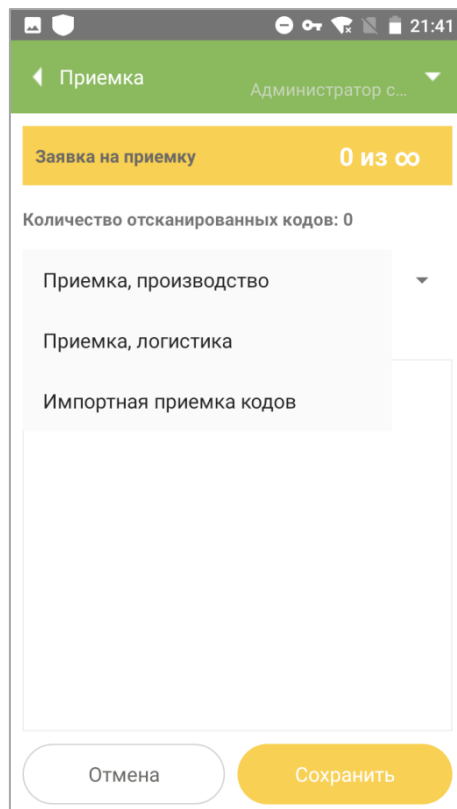

Рисунок 9.3
5. При необходимости выбрать вариант приемки из выпадающего списка (Рисунок 9.3):
- 3.2. В открывшемся окне приемки при необходимости выбрать из выпадающего списка вариант приемки (аналогично Рисунок 9.3):